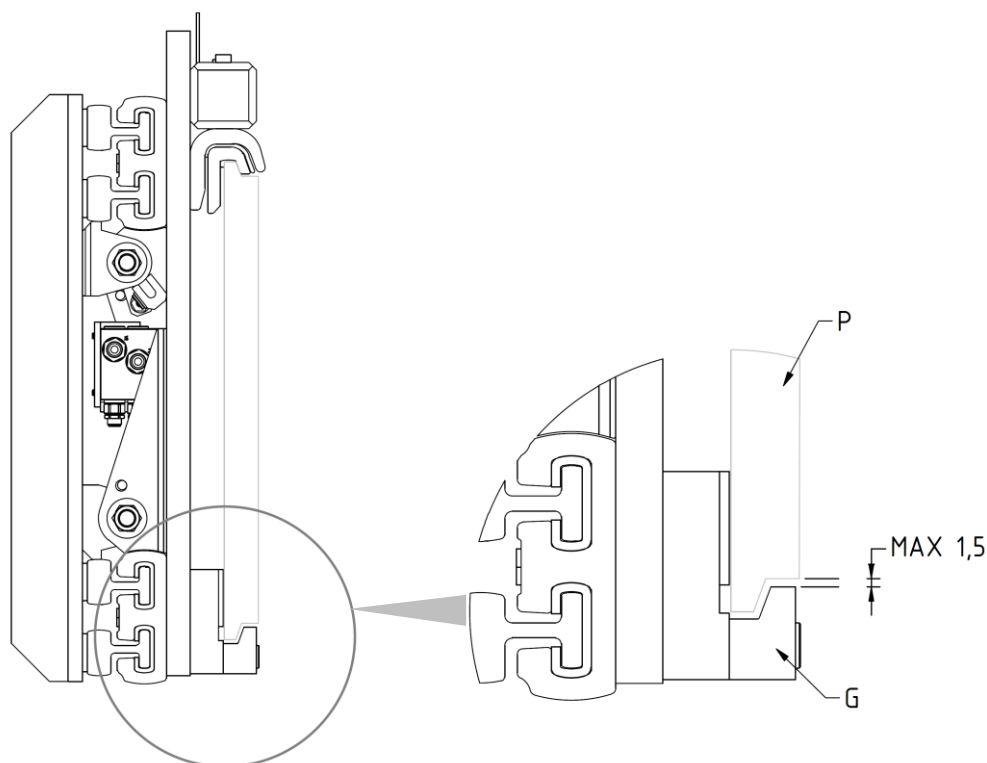

Figura 8
9. Riavvitare i 2 ganci inferiori **G** in modo che il corpo di questi rimanga agganciato anche inferiormente alla piastra porta forche **P** (con gioco max. 1,5mm, vedi dettaglio *Figura 8*), serrando con coppia di serraggio indicata nella *Tabella 4*.
3. Controllare il gioco fra la parte inferiore della piastra porta forche e i ganci inferiori dell'attrezzatura, verificando che sia come indicato in *Figura 4* (pag.14) e in *Figura 8* (pag.14) ed, eventualmente, intervenire sul serraggio delle viti che li sorreggono.